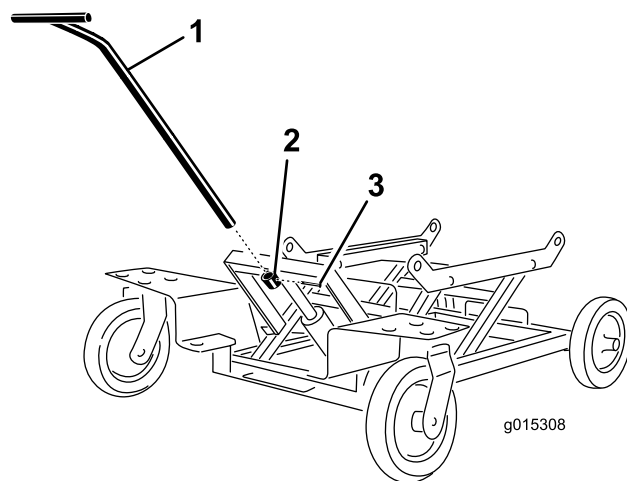

Bild 1
1. Montieren Sie den Griff am Optionswagen und befestigen ihn mit dem Stift (Bild 1).